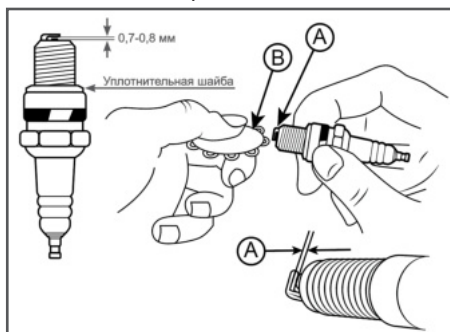

Рис. 11 Обслуживание свечи зажигания
4. Измерьте зазор А между электродами свечи зажигания специальным щупом В. Зазор должен быть 0,7-0,8 мм (Рис. 11). При увеличении или уменьшении требуемого зазора, рекомендуется заменить свечу, так как регулировка зазора может привести к изменению качества искрообразования.